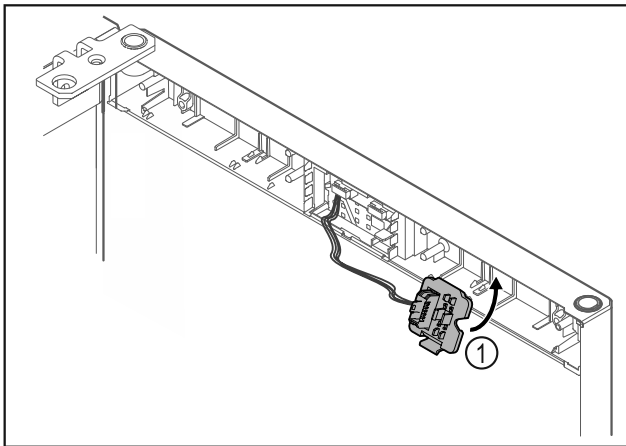

Fig. 14
- Steckerhalterung Fig. 14 (1) auf Gegenseite einrasten.*